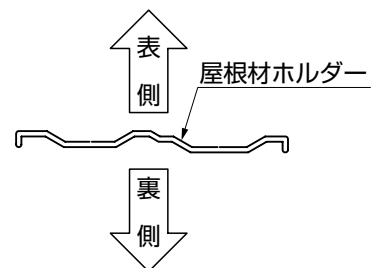

図2-2 屋根材ホルダー断面図
- 屋根材ホルダーは、表裏の向きに注意してください。(図2-2参照)